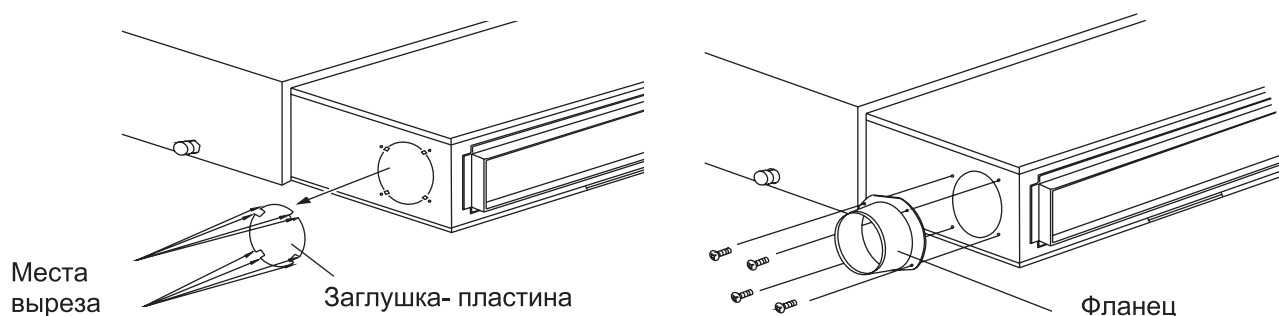

Рис. 10.33 — Установка фланца круглого воздуховода
10.5.9 Установка бокового круглого воздуховода(см. рисунок 10.33)